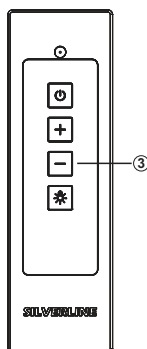

Abb. 20
- die Taste (-) (Abb. 20/3) bei laufendem Motor ca. 3 Sekunden drücken. Die Nachlaufautomatik ist eingestellt.